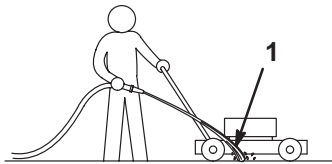

Figure 9
4. Tenez le tuyau d'arrosage à hauteur du mancheron et dirigez le jet d'eau vers le sol, juste devant la roue **arrière droite** (Fig. 9).